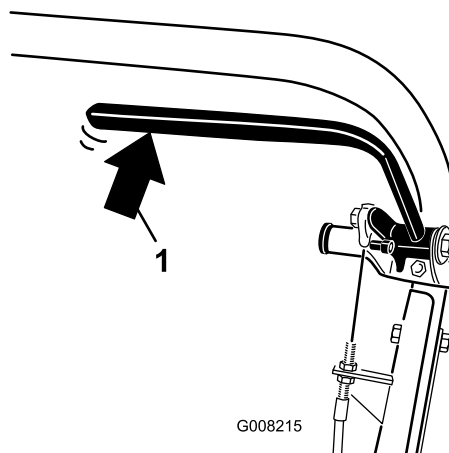

Figura 33
2. Con una bilancia a molla, premete indietro sulla leva del freno di servizio (Figura 33). Rilasciate il freno di stazionamento quando si raggiunge una forza tra 13,5 e 18 kg. Regolate il cavo del freno se il freno di stazionamento viene rilasciato prima di raggiungere una forza compresa tra 13,5–18 kg.